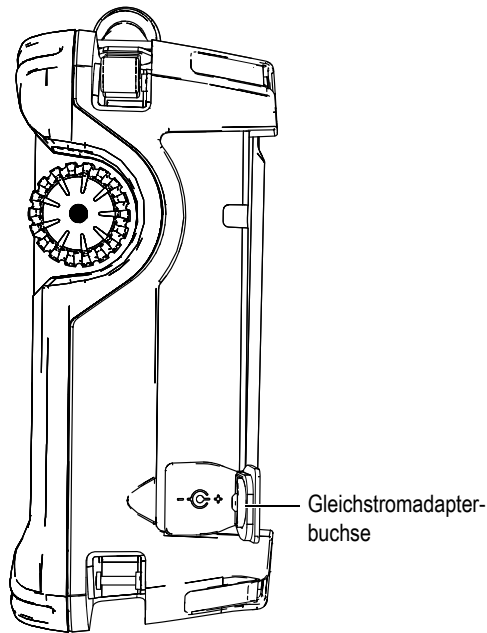

Abbildung 3-4 Gleichstromadapterbuchse des OmniScan SX
2. Öffnen Sie auf der rechten Seite des OmniScan SX die Gummiabdichtung, die die Gleichstromadapterbuchse verschließt (siehe Abbildung 3-4 auf Seite 45)
3. Schließen Sie das Netzteil an die Gleichstromadapterbuchse des OmniScan SX an (siehe Abbildung 3-4 auf Seite 45).